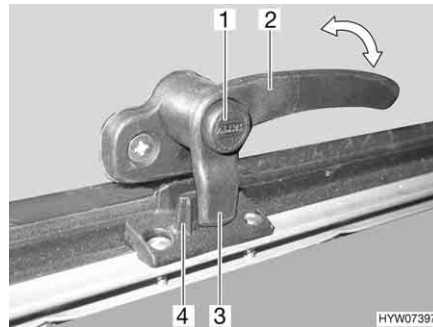
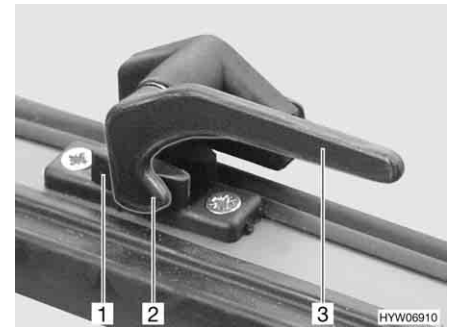

Fig. 65 Palanca de bloqueo con botón de seguridad en la posición de "cerrado"
Fig. 66 Palanca de bloqueo en la posición de "cerrado"
- Si existe, pulsar el botón de seguridad (Fig. 65,1) y mantenerlo pulsado.
- Girar la palanca de bloqueo (Fig. 65,2 ó Fig. 66,3) un cuarto de vuelta hacia la mitad de la ventana.
- Girar la palanca de bloqueo (Fig. 65,2 ó Fig. 66,3) un cuarto de vuelta hacia el marco de la ventana. El saliente de bloqueo (Fig. 65,3 ó Fig. 66,2) de la palanca de bloqueo se encuentra en la cara interior del bloqueo de la ventana (Fig. 65,4 ó Fig. 66,1).
- En la posición "cerrada fijamente" (Fig. 65 y Fig. 66)